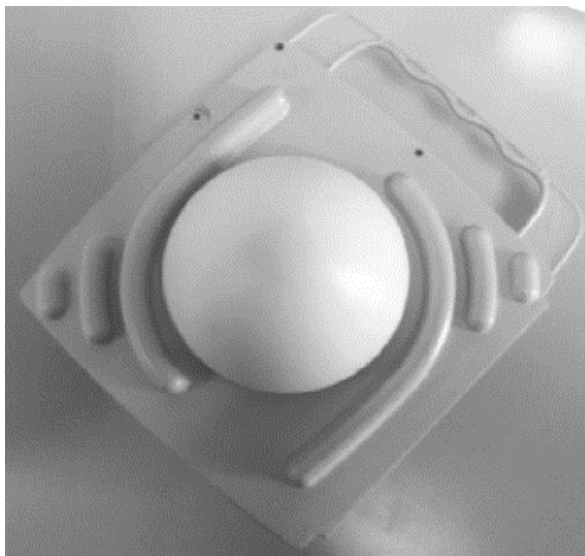

Рис. 19
- 3) Направление поляризации определите с помощью «волн» на передней крышке радиоблока на Рис. 19 показано расположение радиоблока при горизонтальной поляризации.